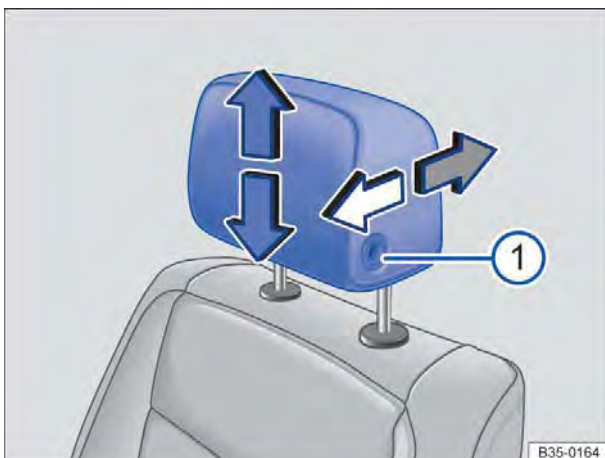
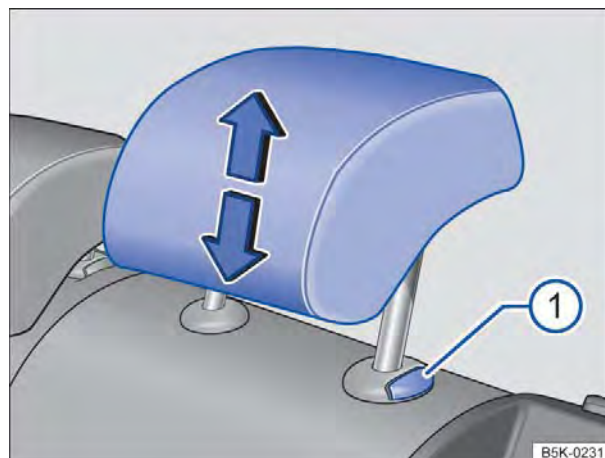

Fig. 46 Ajustar o apoio para cabeça dianteiro.
Fig. 47 Ajustar o apoio para cabeça traseiro.
- Empurrar o apoio para cabeça para cima no sentido da seta ou, com o botão $\Rightarrow$ Fig. 46 ① ou $\Rightarrow$ Fig. 47 ① pressionado, empurrar para baixo $\Rightarrow$.
- Empurrar o apoio para cabeça para frente na direção da seta ou para trás com o botão $\Rightarrow$ Fig. 46 ① pressionado.